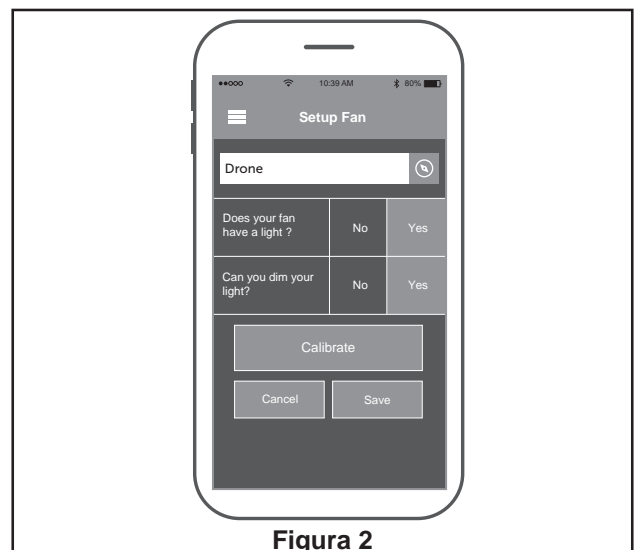

Figura 2
2. Realice las conexiones de cables al bloque del terminal como se muestra en la Figura 2.
2. Presione la bandeja de cableado hacia arriba en el soporte del techo. (Figura 2)
2. Restaure la fuente de alimentación de la toma de corriente enciendiéndola al fusible principal. (Figura 2)
2. Pulse Guardar y su ventilador estará listo para ser utilizado. (Figura 2)